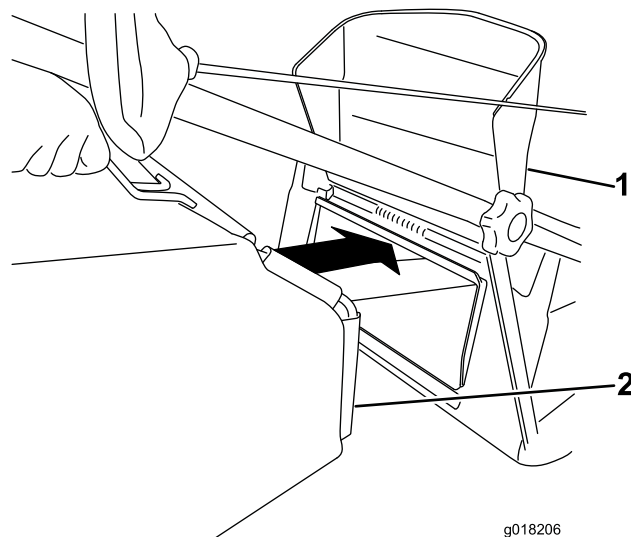

Figura 15
3. Agganciate il cesto di raccolta nella relativa sede (Figura 15).